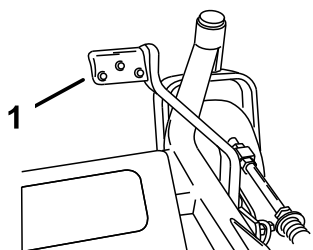

Figure 21
2. Appuyez sur ce levier tout en tirant sur le levier de sélection de hauteur de coupe (Figure 21).